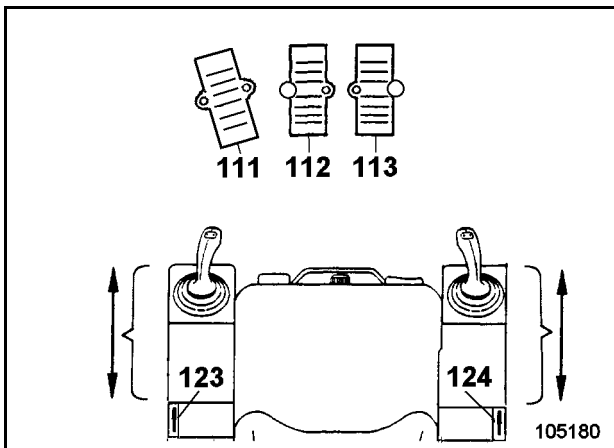

Fig. 2-12
- Arrêter la machine en relâchant les pédales de translation (81 et 82, Fig. 2-12) qui rentrent automatiquement en position 0.